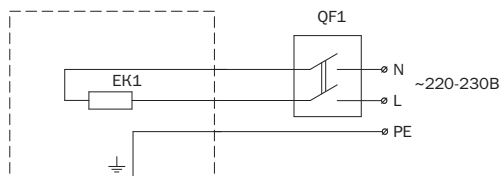

Рисунок 4
3. Схемы подключения обогревателей приведены на рис. 4, 5 и 6 на странице 15 на-